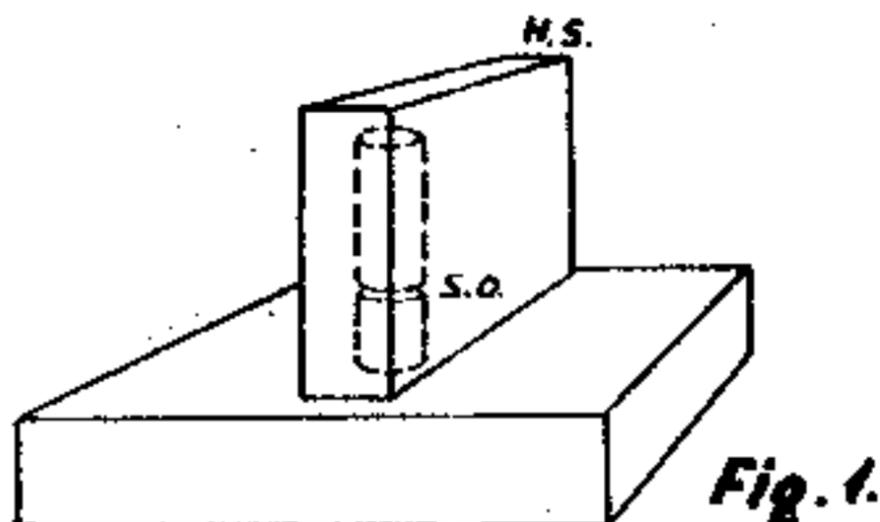

Fig. 1.
2. Die Abschirmhaube (S. H.) des Spulen-Aggregates in der Mitte des Chassis entfernen (Fig. 1).